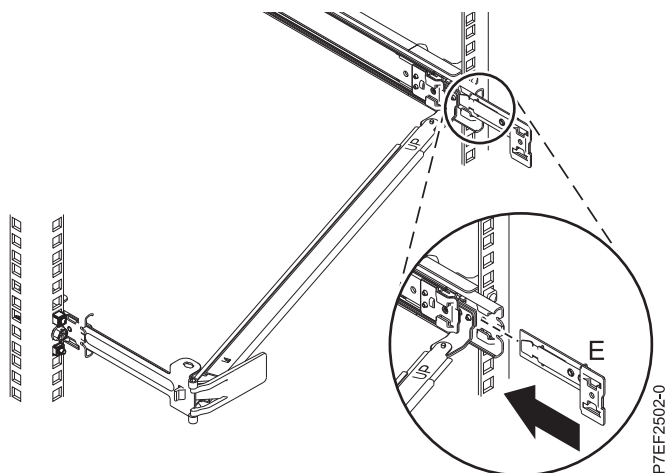

図 13. 拡張ブラケットをスライド・レールに取り付ける
5. バネ仕掛けのピンが所定の位置に収まるまで拡張ブラケット (E) を右スライド・レールに滑り込ませます。詳しくは、10 ページの図 13を参照してください。